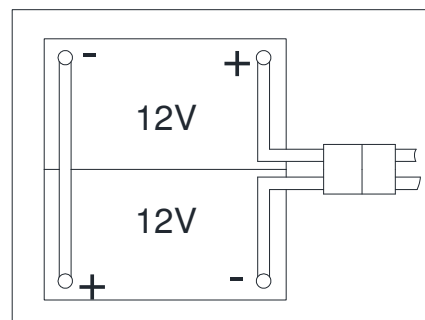

Figura 3
La máquina requiere dos baterías de 12 V, conectadas según el diagrama (Figura 3).
- Abra la tapa del depósito de recogida (1) y compruebe si el depósito de recogida (25) está vacío; de lo contrario vacíelo mediante la manguera de desagüe. (22)
- Cierre la tapa del depósito de recogida (1).
- Vuelque el depósito de recogida con cuidado (25).
- Pase e instale el cable de las baterías como se indica (en la Figura 3), luego apriete cuidadosamente la tuerca en cada uno de los terminales de la batería.
- Coloque la tapa protectora en cada terminal, a continuación, conecte el conector de la batería (54).
- Baje con cuidado el depósito de recogida (25).